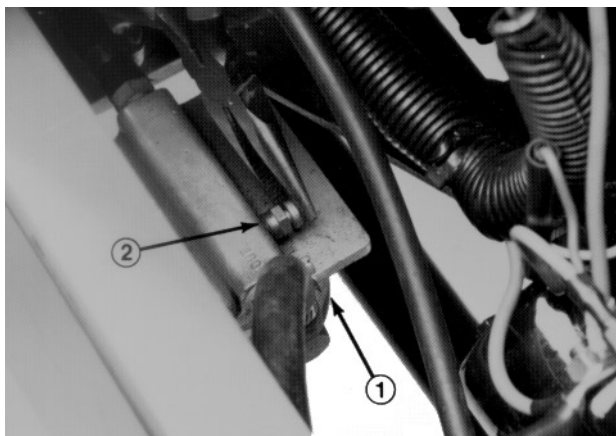

Fig. 12
2. Løsn udluftningsskruen ovenpå brændstoffilteret/vandudskilleren (Fig. 12).